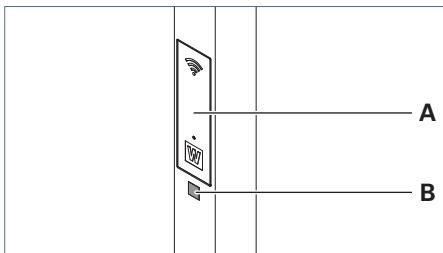

Fig. 21: Scanner le code QR.
- ▶ Scannez le code QR **B** du luminaire qui se trouve sur le bras vertical, sous la trappe de service **A**, voir Fig. 21.